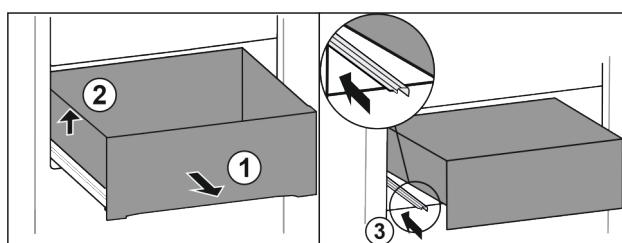

Fig. 14
- Extraiga el cajón completamente Fig. 14 (1).
- Levante el cajón de la izquierda Fig. 14 (2).
- Deslice el riel izquierdo Fig. 14 (3).